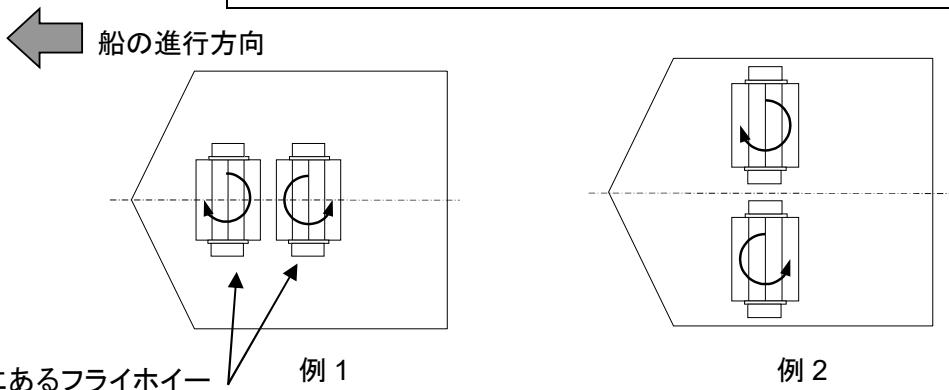

図 3-3 **ARG** 本体の取付方向例
- ③**ARG** 本体の取付は、船の進行方向に対して 図 3-3 のように長手方向が直角になるよう配置して下さい。
④**ARG** を複数台設置する場合は、図 3-3 のように隣接する **ARG** の回転方向がそれぞれ対向するように取り付けて下さい。